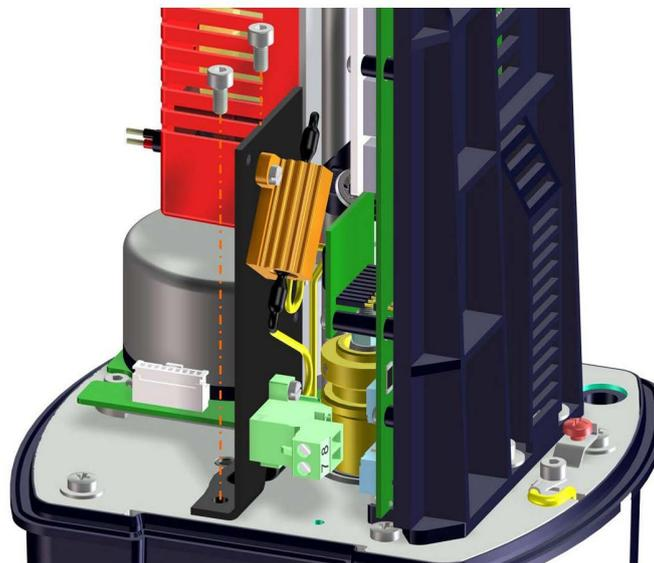

Bild 29: Einbau Heizung ARI-PREMIO®-Plus 2G 2,2 - 25 kN
- Komplett montierte Heizungs-Baugruppe (auf Haltewinkel) mit den mitgelieferten Schrauben an der dafür vorgesehenen Stelle auf der Getriebeabdeckplatte befestigen (Bild 29).